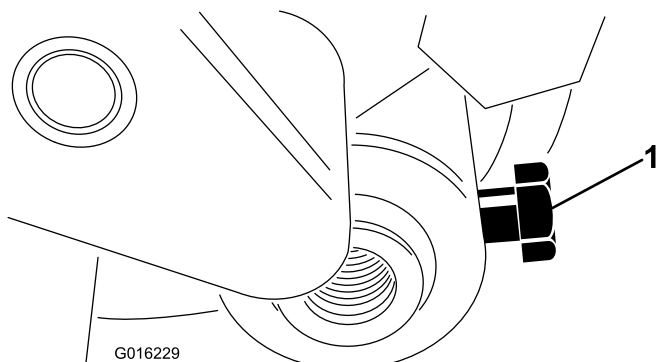

Figura 28
3. Allentate il bullone che fissa l'albero del rullo al braccio dell'altezza di taglio (Figura 28).